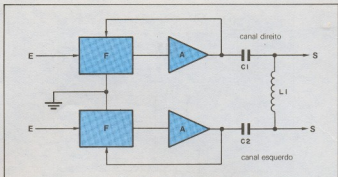

Fig. 2 - Diagrama de blocos que ilustra o princípio de operação do filtro. F representa as unidades de filtragem e A, os amplificadores.
**Aplicações:**— Seria difícil citar item por item, das utilizações de um osciloscópio durante uma manutenção; entretanto, podemos resumir o seguinte: com o osciloscópio você pode ver um circuito funcionar, o que não é possível com um multíteste. Qualquer dispositivo eletrônico possui aquilo que denominamos de fluxo do sinal, isto é: o sinal entra num determinado ponto, percorre um trajeto bem definido e finalmente alcança o ponto de saída, semelhante ao fluxo da água dentro de uma instalação hidráulica residencial. Ela passa pelo registro principal da rua, segue até a caixa d'água, alimenta as várias torneiras e finalmente é descarregada no esgoto; conhecendo a disposição desse circuito hidráulico, um encanador habilitado facilmente localiza qualquer entupimento, assim como o técnico eletrônico experiente, que disponha de um osciloscópio para acompanhar o fluxo do sinal, facilmente localiza um defeito. Além dos eixos X (horizontal = base de tempo) e Y (vertical = amplitude), alguns osciloscópios possuem o chamado eixo Z, através do qual é possível controlar a intensidade do feixe, de acordo com outro sinal, injetado neste terminal. O eixo Z pode ser utilizado para se fazer "marcas" sobre a curva, identificando regiões de destaque. A amplitude do sinal injetado no eixo Z (ver manual do osciloscópio) é que vai controlar a intensidade do feixe (FIG. 2). Ah, e parabéns pelo seu novo osciloscópio; tenho certeza que vai ajudá-lo bastante, Francisco.